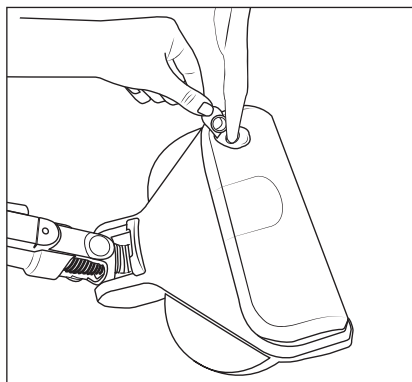

Fig. 16
- 1) Agarre la pestaña de cierre ❸❷ del depósito de agua limpia ❸❷ con los dedos y tire de esta hacia arriba para extraerla del orificio de llenado del depósito de agua limpia ❸❷ (consulte la fig. 16).
- 2) Llene el depósito de agua limpia ❸❷ con agua corriente o agua destilada (consulte la fig. 16).
- 3) Vuelva a cerrar el orificio de llenado del depósito de agua limpia ❸❷ presionando la pestaña de cierre ❸❷ en el orificio de llenado hasta que quede bien fija.